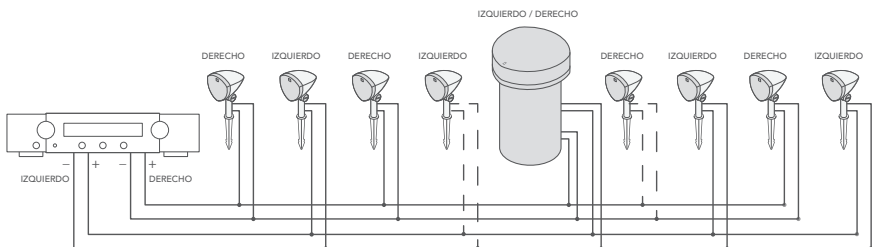

Figura 4
4. Pase el cable del altavoz a través de la zanja, tal como se describe en las instrucciones de cableado de la sección 6 "Instalación de los altavoces satélite" en la página siguiente y en la sección 7 "Instalación del subwoofer". Recomendamos dejar entre 14 y 16 pulgadas de exceso de cable por altavoz para que el cable no se retuerza ni se tense al cubrirlo con tierra en la zanja. La figura 4 muestra el cableado de un sistema completo utilizando un amplificador estéreo.
1. Con todos los altavoces y subwoofers correctamente conectados, asegúrese de que el amplificador/receptor esté apagado. Conecte los cables del altavoz izquierdo/derecho a los terminales respectivos positivo (+) y negativo (-) del amplificador/receptor (consulte el diagrama de cableado del amplificador en la figura 4).